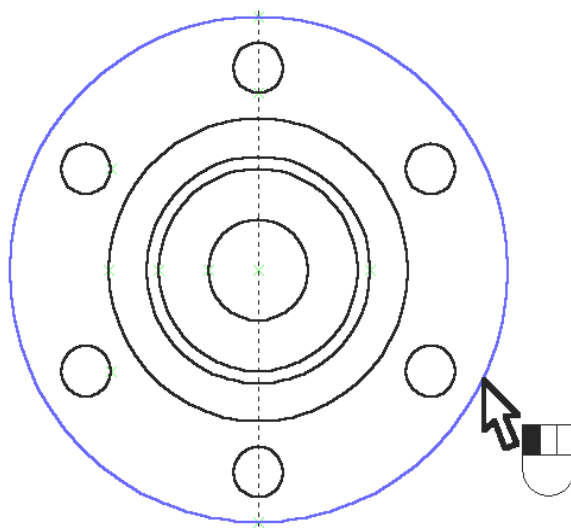

Рисунок 7.3 – Построение линии окружности
5. Подвести курсор к линии изображения и нажмите  (рисунок 7.3).